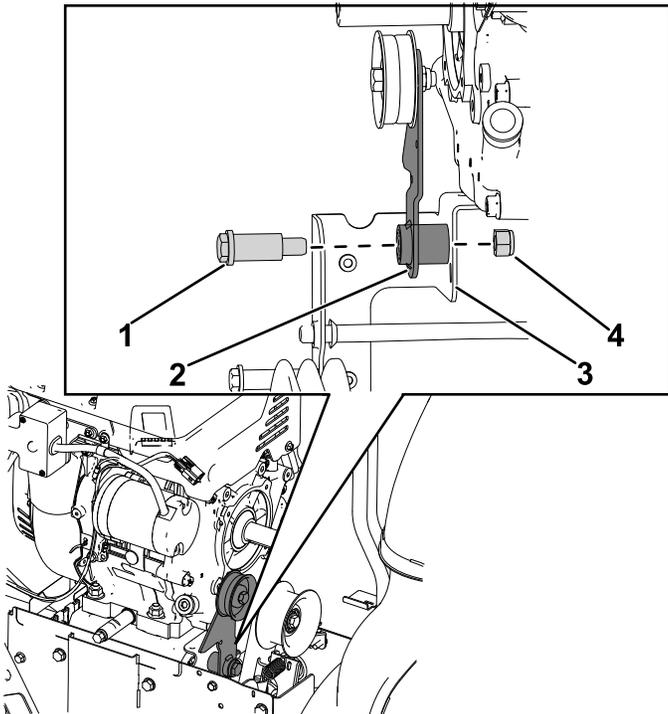

Figura 9
3. Rimuovete il dado (7/16") e il bullone con spallamento (7/16" x 1 3/4") che fissano il braccio di rinvio della trazione alla staffa del freno frizione (Figura 9).